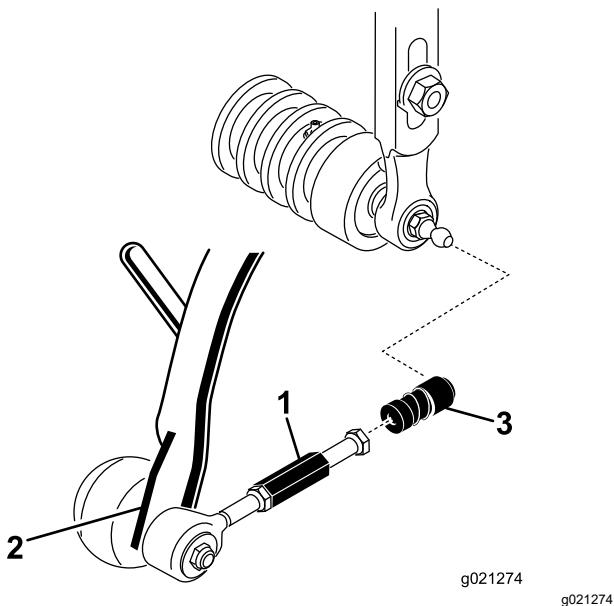

Figure 8
3. Repoussez le manchon sur chaque douille de rotule et accrochez la douille sur la rotule de l'unité de coupe (Figure 8).